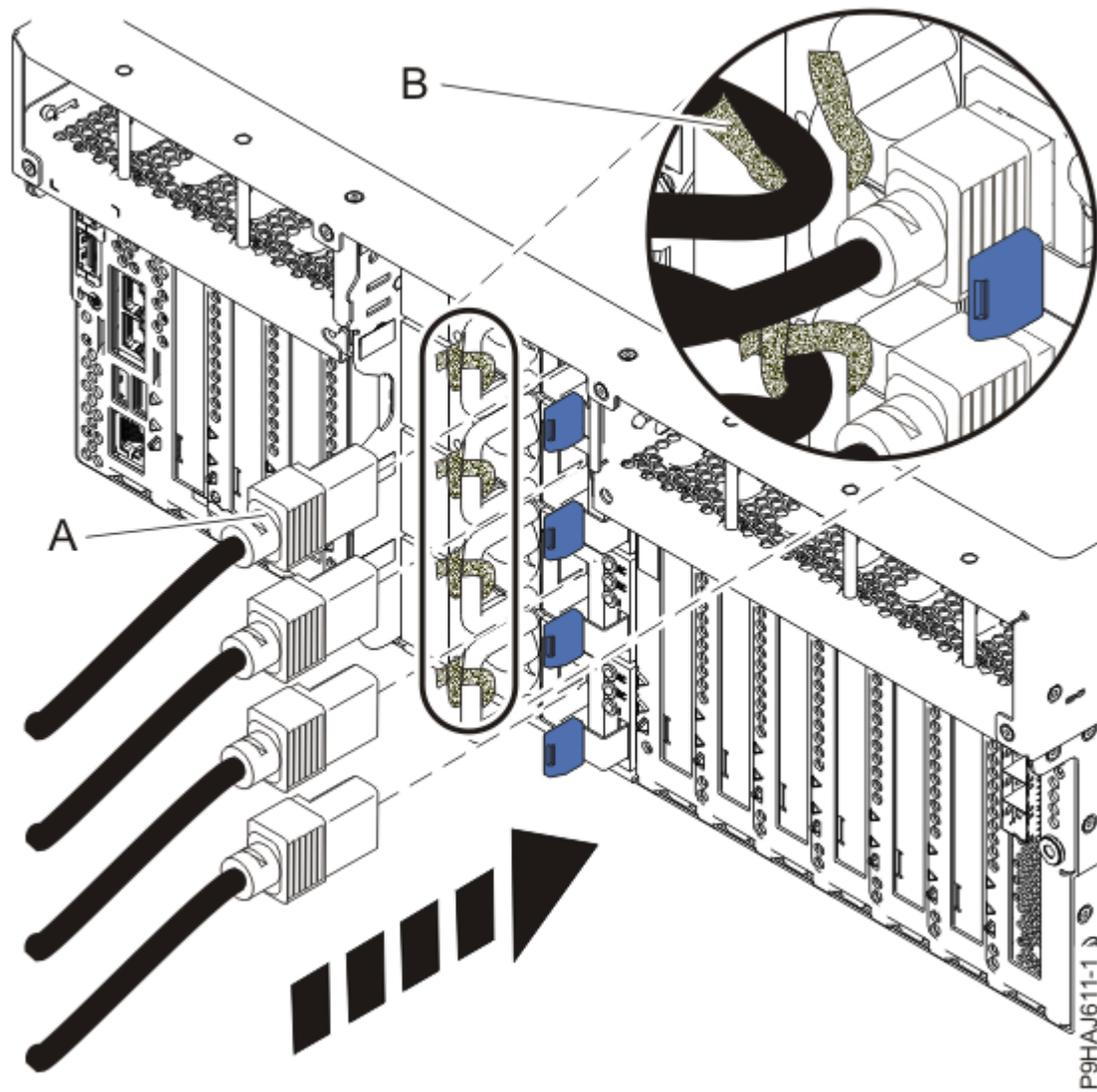
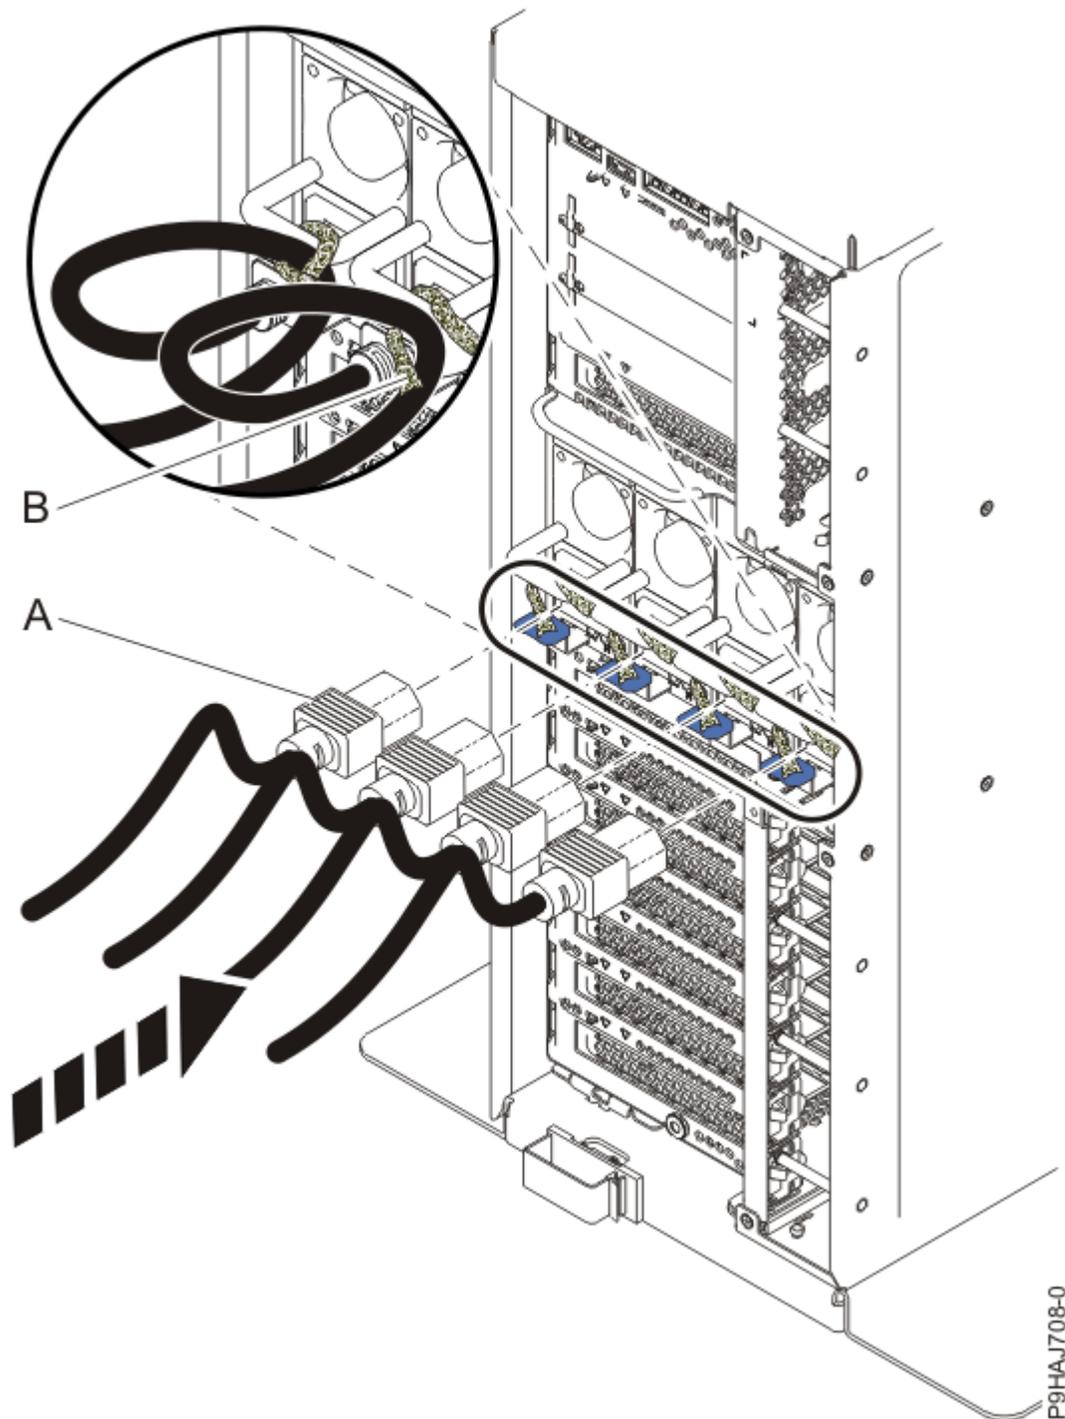

Abbildung 138. Netzkabel an ein Einschubsystem anschließen
Abbildung 139. Netzkabel an ein Standalone-System anschließen
7. Schließen Sie die Netzkabel **(A)** mithilfe Ihrer Beschriftungen wieder an die Systemeinheit an. Befestigen Sie die Netzkabel **(A)** mit den Klettverschlüssen **(B)** am System (siehe Abbildung 138 auf Seite 145 oder Abbildung 139 auf Seite 146).